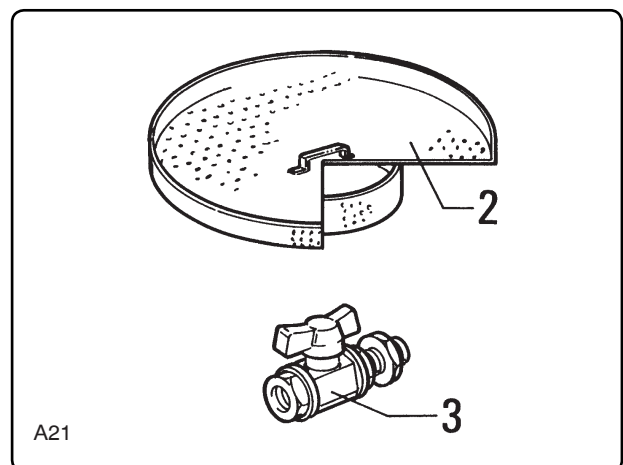

Fig. 6.4.2
6.4.2 - Griglia di decantazione (fig. 6.4.2)
6.4.2 - Retention plate (fig. 6.4.2)
6.4.2 - Grille de decantation (fig. 6.4.2)
6.4.2 - Rückhalteplatte (Abb. 6.4.2)